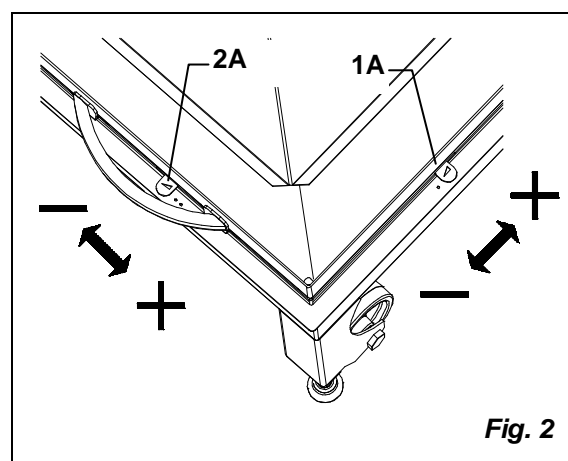

Fig. 2
- nel **modello 500** spostare tutto a **destra** il registro posto nel **lato destro** (Fig. 2 **1A**).
- nel **modello 500** bisogna spostare tutto a destra il registro posto nel lato sinistro (Fig. 2 **2A**),